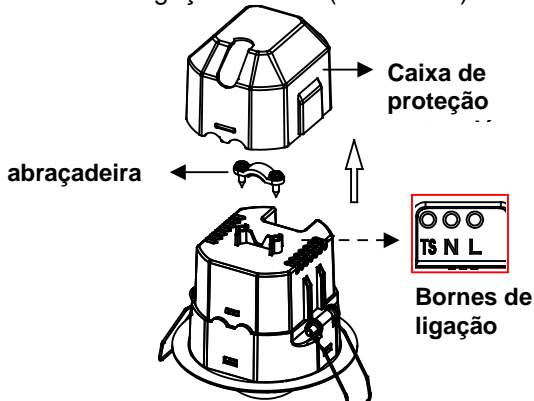

FIGURA 5
- (1) Desligar a eletricidade.
(2) Desmontar a caixa de proteção, soltar os parafusos da abraçadeira que segura os cabos. Na parte posterior encontra a placa de bornes para fazer a ligação elétrica (FIGURA 5)